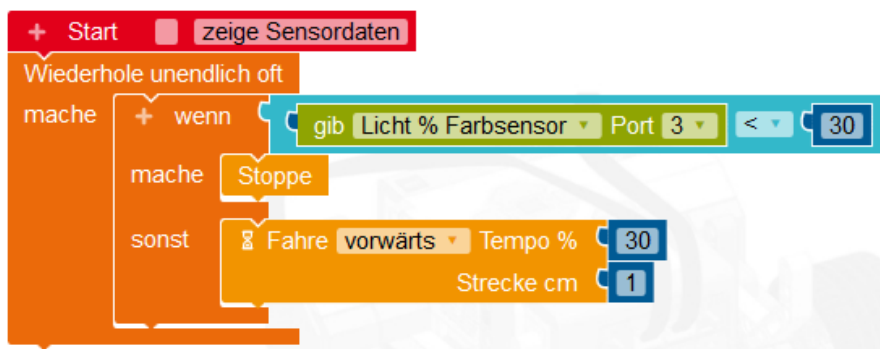

Abbildung 6: Programm zum Beispiel "stoppe am Abgrund" mit Entscheidungsbaustein und unendlich-Schleife
**Variante 2 mit Entscheidungsbaustein:** In dem Programm in Abbildung 6 prüfen wir mithilfe eines Entscheidungsbausteins und einer *wiederhole-unendlich-oft*-Schleife immer wieder, ob die Bedingung *Helligkeitswert des Farbsensors an Port 3 kleiner als 30* erfüllt ist. Wenn sie erfüllt ist, haben wir den Abgrund erreicht und stoppen deshalb die Motoren. Wenn die Bedingung nicht erfüllt ist, tasten wir uns 1 cm weiter vorwärts. Aufgrund der Schleife wird die Bedingung anschließend erneut überprüft.
- Lade das Programm aus Abbildung 6 auf deinen Roboter und teste es. Pass gut auf, dass dein Roboter nicht herunterfällt. Halte ihn notfalls fest! Wenn der Roboter nicht rechtzeitig stoppt, musst du den Schwellwert für *dunkel* eventuell anders einstellen.